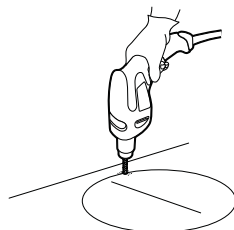

Fig. 11
1. Bruk en egnet drill til å bore et hull med minst 12 mm diameter ved sagelinjen (fig. 11).